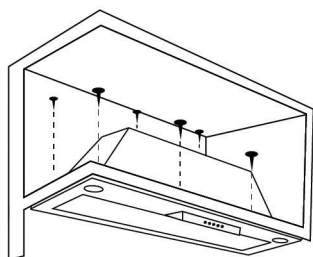

Рис. 4
3. С помощью винтов с шайбами с монтажного комплекта и отвертки прикрепите вытяжку к шкафу. (Рис. 4)